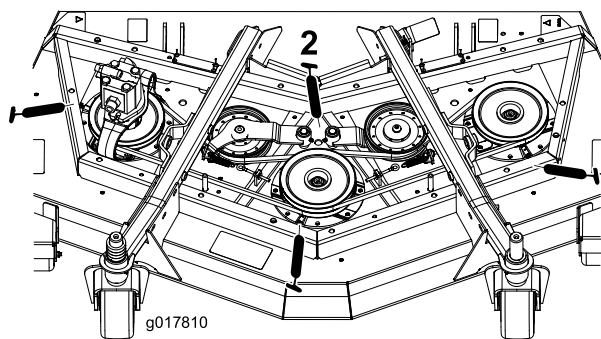

Figura 39
- Cojinetes del eje (3) (situados debajo de la polea) (Figura 39).
- Casquillos del pivote del brazo tensor (2) (Figura 39)